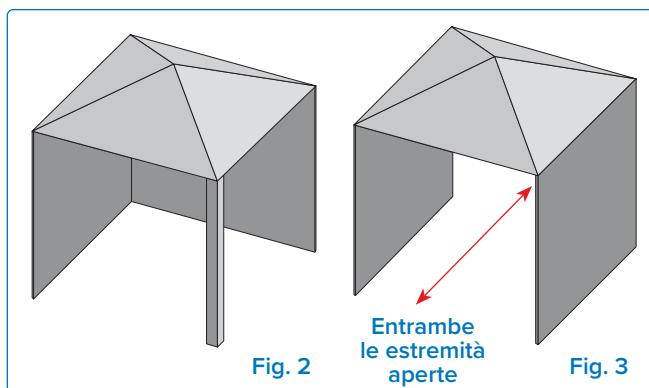

Fig. 2
- » Le pareti laterali possono essere parallele, come in un passaggio coperto, oppure perpendicolari tra loro. (**Fig. 2 e Fig. 3**).